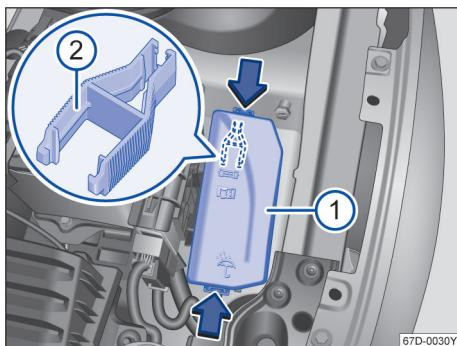

图 133 发动机舱内：保险丝盒盖板
- 沿箭头方向按压锁止按钮，以便将保险丝盒的盖板→图 133 解锁。
用来拔出保险丝的塑料夹钳→图 133 ② 位于发动机舱保险丝盒盖板的内侧。